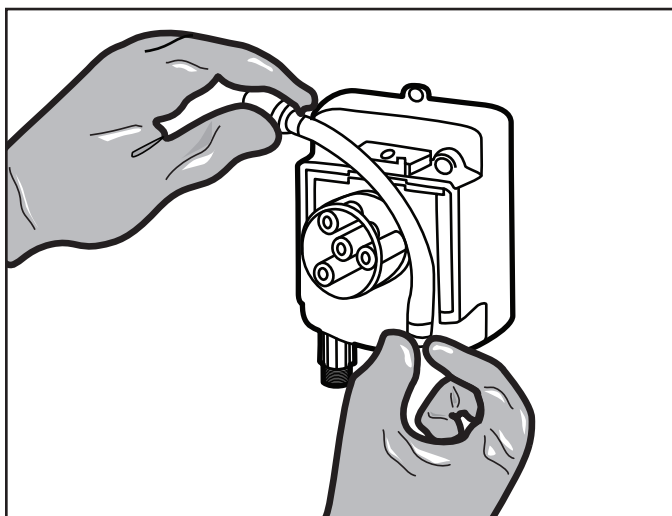

Figure 20. Installer un tube neuf
1. Pour installer un tube neuf, insérer un raccordement dans la fente, tirer le tube autour du centre de l'assemblage du rouleau et insérer le deuxième raccordement dans l'autre fente. Se reporter à la Figure 20.